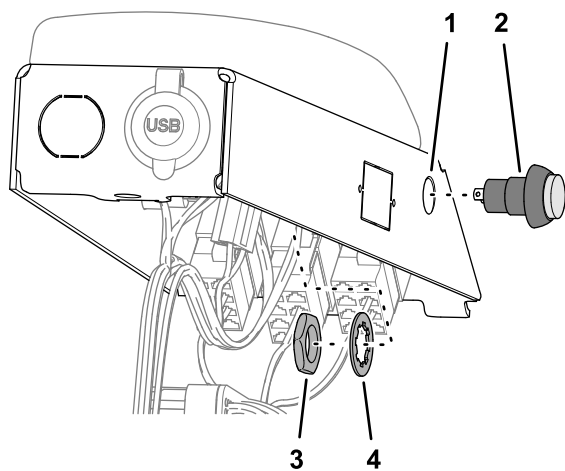

Figura 105
1. Introduzca el interruptor del botón en el orificio del panel del brazo (Figura 105).
2. Sujete el interruptor al panel con la arandela de freno y la contratuerca suministradas con el interruptor (Figura 105).